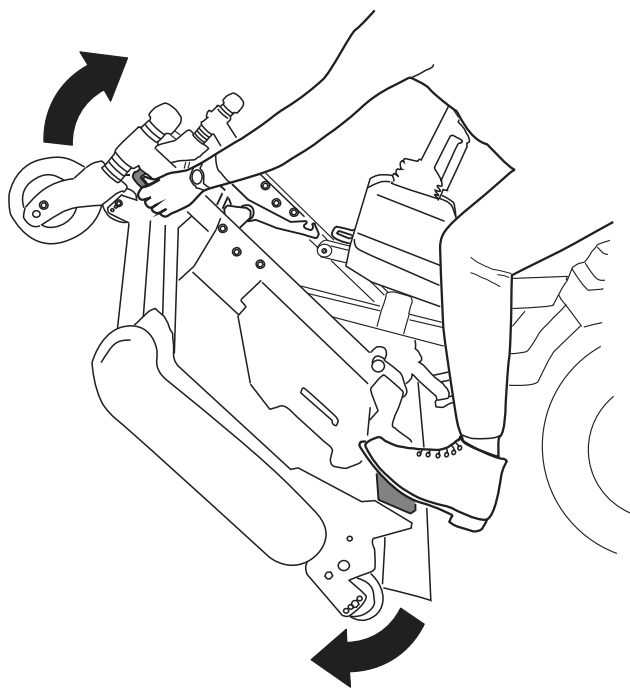
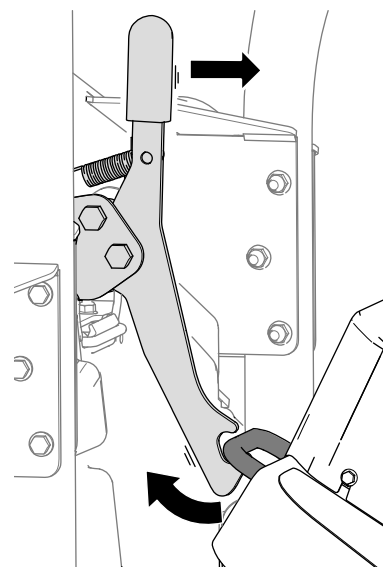
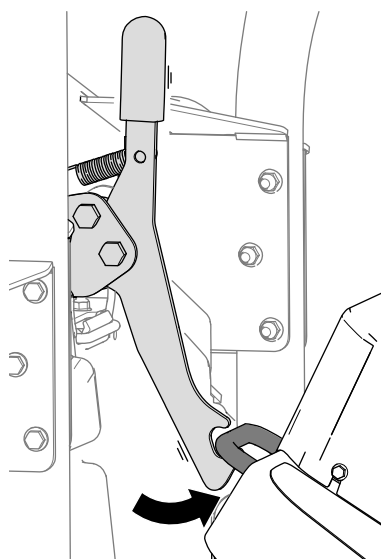

Figura 34
Figura 36
Figura 35
5. Ruotate l'apparato di taglio (Figura 34) in modo tale che il fermo si inserisca nella staffa di ancoraggio (Figura 35).
1. Rilasciate il fermo dell'apparato di taglio dalla staffa di ancoraggio (Figura 36) ruotando l'apparato di taglio leggermente in avanti (fate riferimento a Figura 34) e spingendo la maniglia del fermo in avanti.